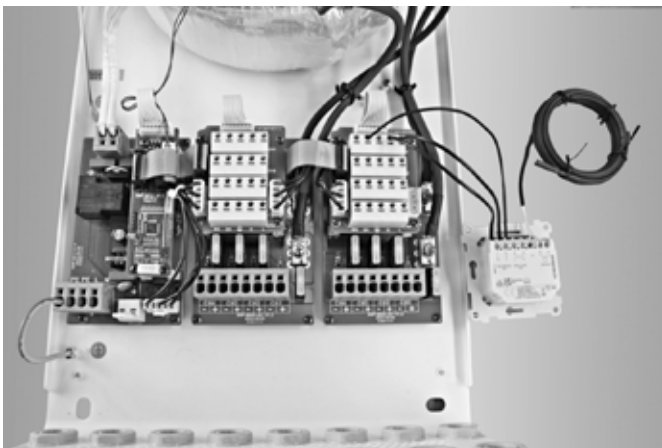

Abb. 13: Anschluss eines Touch-Thermostaten
Æ Schließen Sie den Touch-Thermostat gem. Abb. 13 an (N auf N (1), L auf L (2), EING. auf L (3), 4 bleibt frei).